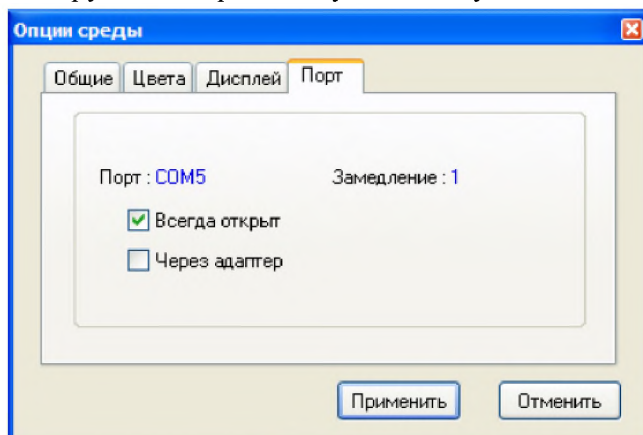

Рис. 5.1
8. Настроить программу Algorithm Builder для работы с данным COM портом ОПЦИИ-ОПЦИИ СРЕДЫ-ПОРТ рис. 5.1.